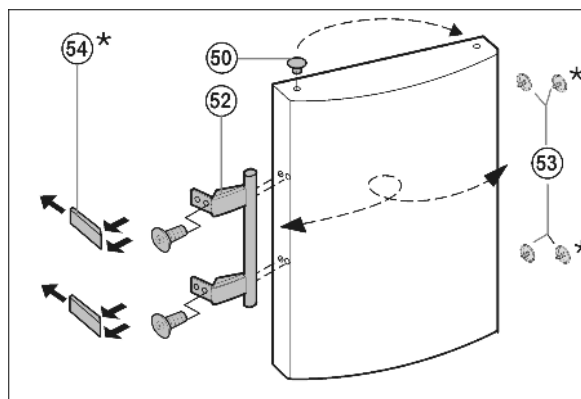

Fig. 14
- ▶ Til de stop *Fig. 14 (50)* uit de deurlagerbus en plaats hem om.
- ▶ Demonteer deurgreep *Fig. 14 (52)*, stop *Fig. 14 (53)* en drukplaten* *Fig. 14 (54)* en monteer ze aan de tegenoverliggende kant.